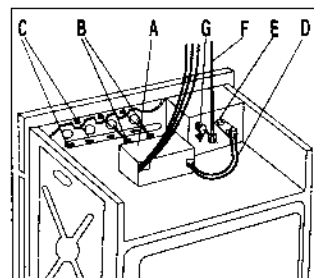

Рис. 19
- В случае смешанной плиты имеется распределительная коробка (A), которая висит на конфорке (рис. 19) с выступами (B), которые входят в прорези (C) блока переключателей или панели управления духовкой. Для установки распределительной коробки следует просто слегка нажать на нее.
- Духовка подсоединяется (D) с помощью вилки (E) на самой духовке или на блоке переключателей. Есть еще одно соединение (F), которое имеется на плите и должно быть сделано к выводу (G) для обеспечения заземления (рис. 19). Вывод (G) помещен в левом верхнем углу блока переключателей (см. соответствующий символ).